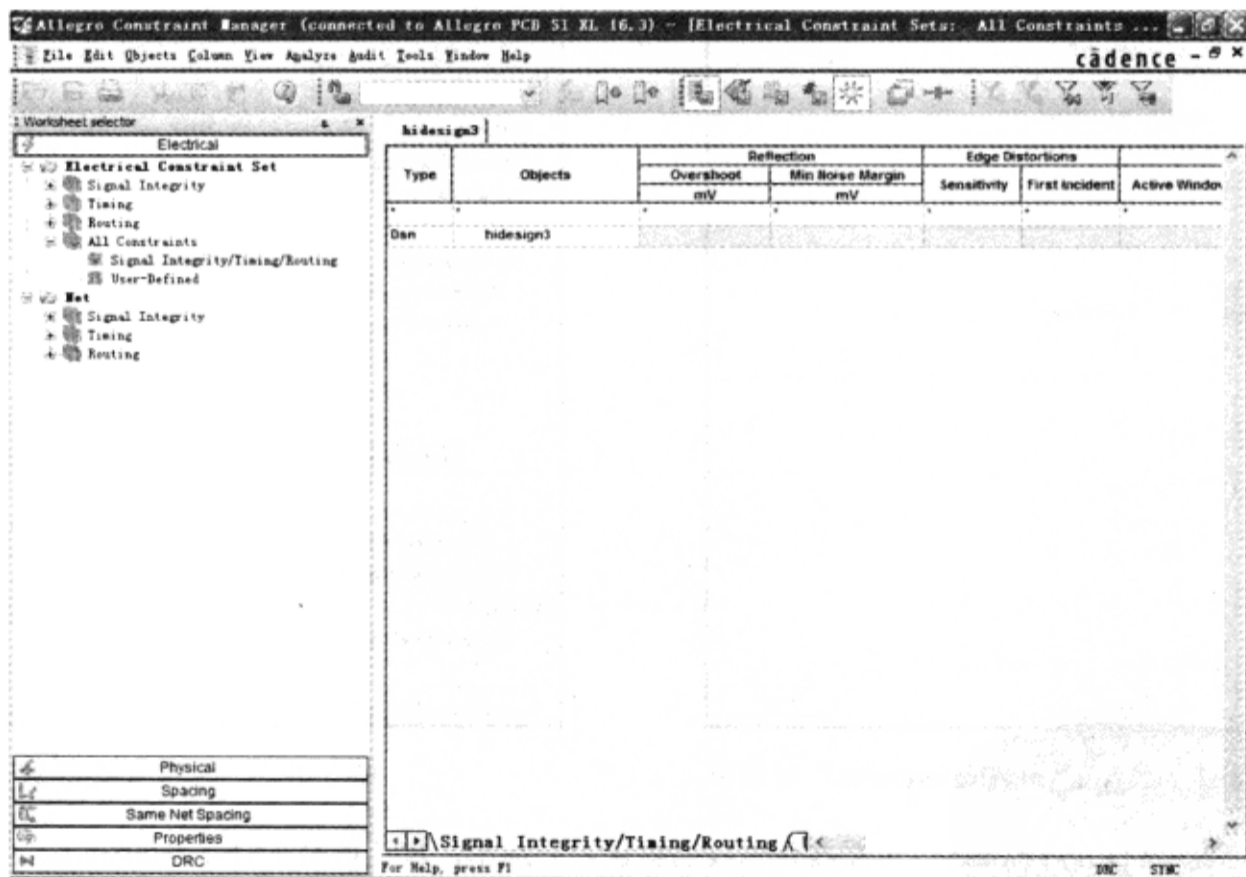

图 3-8-3 “Allegro Constraint Manager” 窗口
(1) 执行菜单命令“Setup”→“Constraint”→“Electrical...”，弹出“Allegro Constraint Manager”窗口，如图3-8-3所示。